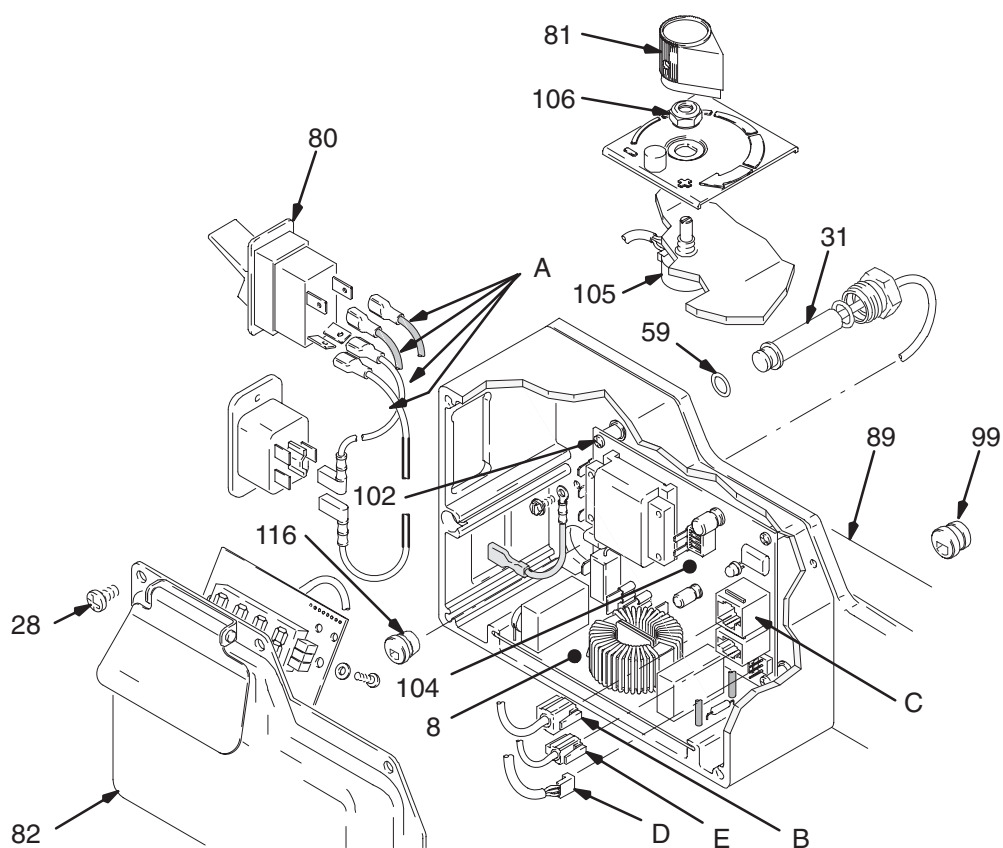

Fig. 7
3. Fig. 7. Fjern trykstyringsdækslet (82).
4. Fjern displaystikket (B) fra stikkontakten (C).
5. Afmontér de fire ledninger (A) på ON/OFF-kontakten (80).
6. Tryk ind på de to holdetapper på hver side af ON/OFF-kontakten (80) og fjern den.
7. Montér den nye ON/OFF-kontakt (80), således at tapperne på kontakten springer på plads inde i trykstyringshuset.
8. Slut de fire ledninger (A) til ON/OFF-kontakten.
9. Sæt displaystikket (B) i stikkontakten (C).
10. Sæt trykstyringsdækslet (82) på igen.
- Fig. 7. Fjern de fem skruer (28) og dækslet (82).
- Fig. 7. Montér motorprintkortet (104) med fire skruer (102).
- Slut følgende til motorprintkortet (104):
- Ledning (E) til transducer.
- Ledning (D) til potentiometer.
- Filter-printkort (8)
- Fjern de fem skruer (28) og dækslet (82). Se Fig. 7.
2. Fig. 7. Fjern de fem skruer (28) og dækslet (82).
3. Tag ledningen (E) af motorprint-kortet (104).
4. Fjern trækaflastningsbøsningen (116).
5. Afmonter trykstyringstransduceren (31) og O-ringspakningen (59) fra styrehuspladen (89).
1. Fig. 7. Montér O-ringspakningen (59) og trykstyringstransduceren (31) på styrehuspladen (89). Tilspænd med et moment på 40,7–47,5 N.m.
2. Montér trækaflastningsbøsningen (116).
3. Slut ledningen (E) til motorprintkortet (104).
4. Montér dækslet (82) med fem skruer (28).
3. Tag ledningen (D) af motorprintkortet (104).
4. Fjern potentiometerknappen (81), pakningsakslens møtrik (106) og trykreguleringspotentiometeret (105).
1. Fig. 7. Montér trykreguleringspotentiometeret (105), pakningsakslens møtrik (106) og potentiometerknappen (81).
2. Slut ledningen (D) til motorprintkortet (104).
3. Montér dækslet (82) med fem skruer (28).